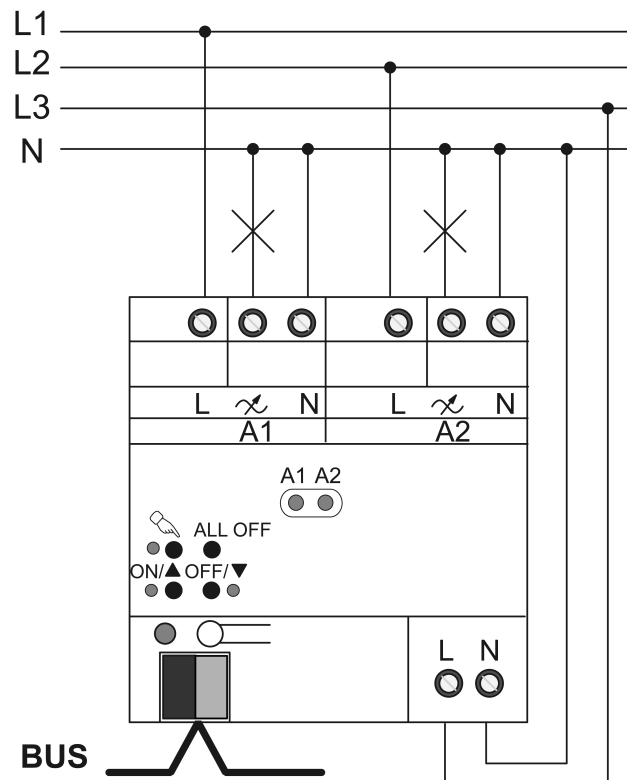

рисунок 4: Исполнительный элемент управления – пример подключения
- Подключите прибор, как показано на примере (рисунок 4).